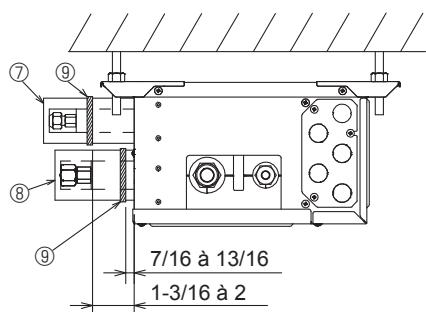

Fig. 7-5
- (7) Fixez les sangles fournies ⑨ à 7/16-13/16 pouces (10 à 20 mm) de chaque extrémité des cache-tuyaux (③④⑤⑥).
- (8) Si l'appareil intérieur n'est pas raccordé, raccordez les cache-tuyaux (avec les bouchons, ⑦ et ⑧) sur les branchements des tuyaux de réfrigérant du boîtier de dérivation contre l'appareil afin d'éviter un écoulement de condensation des tuyaux. (Fig. 7-5)
- (9) Fixez les cache-tuyaux (⑦⑧) à l'aide des sangles fournies ⑨.
- ⑫ Sangle (3.1. Accessoire n° ⑨)
- ⑬ Cache-tuyaux (3.1. Accessoire n° ③④⑤⑥)
- ⑭ Isolant thermique pour tuyau de réfrigérant
- ⑮ Tuyau de réfrigérant
7.2. Gestion des orifices de raccordements qui ne sont pas raccordés à l'appareil extérieur (Fig. 7-5)